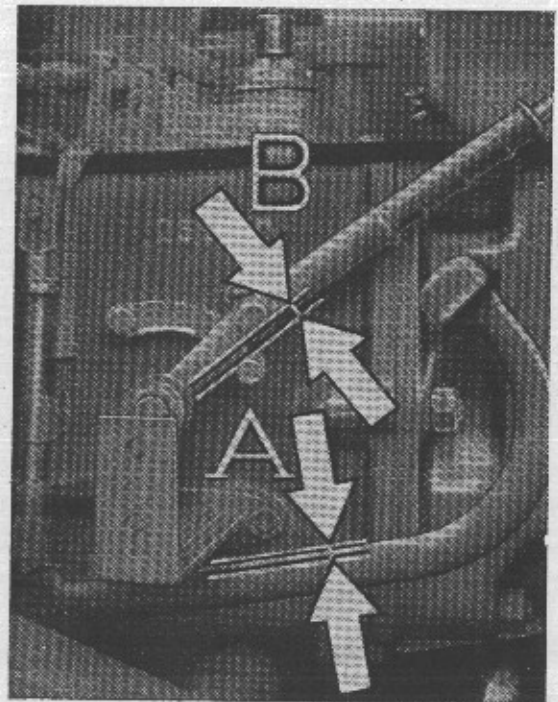

Fig. 60
- 5) **Controllo freni indipendenti destro e sinistro** - Verificare che la corsa libera dei pedali sia di mm.  $14 \div 15$  misurabile rispetto al piano di arresto sotto la staffa dei pedali medesimi (fig. 60). Se la corsa è aumentata, per il normale consumo dei nastri frenanti, procedere alla prevista regolazione come descritto nelle voci « REGOLAZIONI ».
- 6) **Controllo e registrazione freno a mano** - Controllare che la corsa libera della leva a mano sia di circa mm.  $3 \div 4$ , verificabile con spessimetro, tra la leva e l'arresto (fig. 60). Per la regolazione vedere nel paragrafo « REGOLAZIONI ».